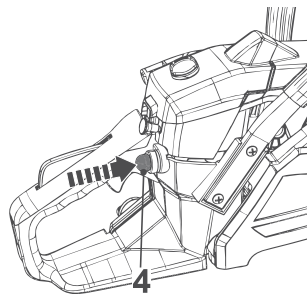

Fig. 20
Pulse el cebador (4) 6 veces cuando arranque el producto con el motor en frío (Fig. 20). No pulse el cebador para el arranque en caliente.